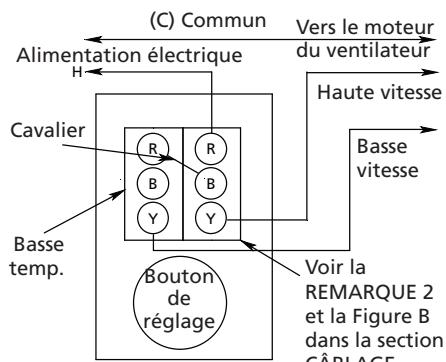
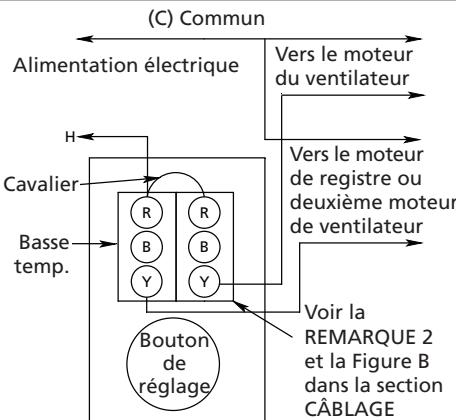

Figure 4 – Thermostats SPDT/SPDT à deux étages de commande d'un ventilateur à deux vitesses
Figure 5 – Thermostats SPDT/SPDT à deux étages contrôlant un ventilateur à vitesse unique et un moteur de registre à augmentation de volume
La Figure 4 indique le câblage de commande d'un ventilateur à deux vitesses. Lorsque l'élément de commande atteint la température sélectionnée par le bouton de réglage, le contacteur de basse température démarre le ventilateur à basse vitesse. Si la température ambiante continue d'augmenter, le contacteur de haute température alimente l'enroulement du moteur haute vitesse.
La Figure 5 indique un raccordement SPDT/SPDT (commutateur unipolaire bidirectionnel) typique pour une application de ventilateur à deux vitesses. Le moteur de registre sera activé lorsque la température atteint la température sélectionnée par le bouton de réglage. Si la température continue d'augmenter, le moteur du ventilateur sera activé par le contacteur haute température.
3. Thermostat à commutateur SPDT/SPDT à deux étages : Si la connexion ressemble à celle de la Figure 4, le ventilateur doit démarrer vers la température ambiante et passer à la haute vitesse lorsque le bouton est tourné dans le sens antihoraire à un réglage de température inférieure. Si le câblage ressemble à celui de la Figure 5, le registre doit s'ouvrir alors que le bouton est tourné dans le sens antihoraire (à un réglage de température inférieure). Les dispositifs doivent s'activer dans la séquence inverse lorsque le bouton est tourné dans le sens horaire.